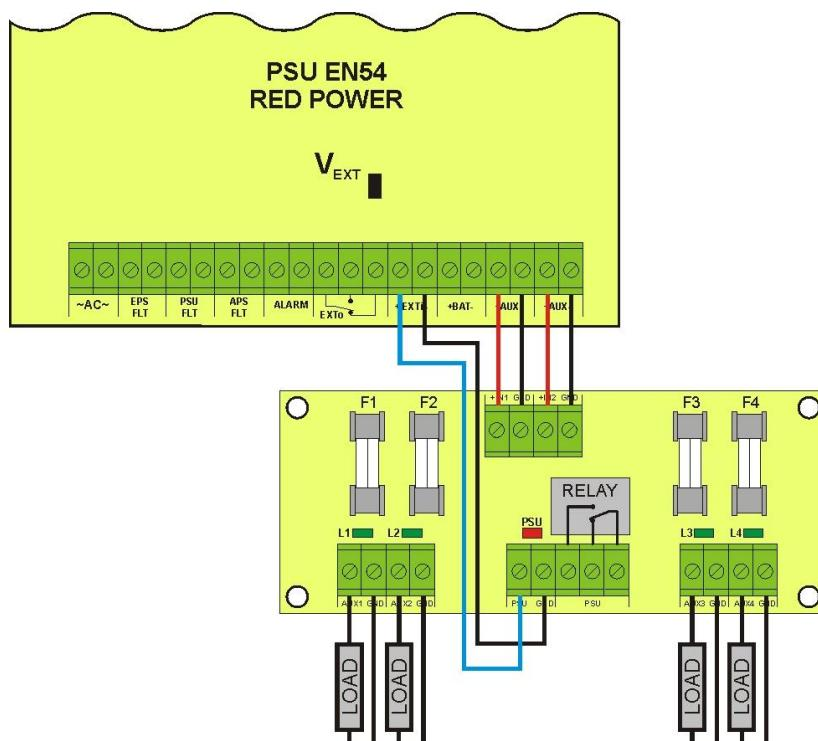

Abb. 21. Anschluss des Sicherungsmoduls.
- Umschaltung des Relaisausgangs PSU in spannungslosen Zustand (Kontakte wie auf der Abbildung 21).